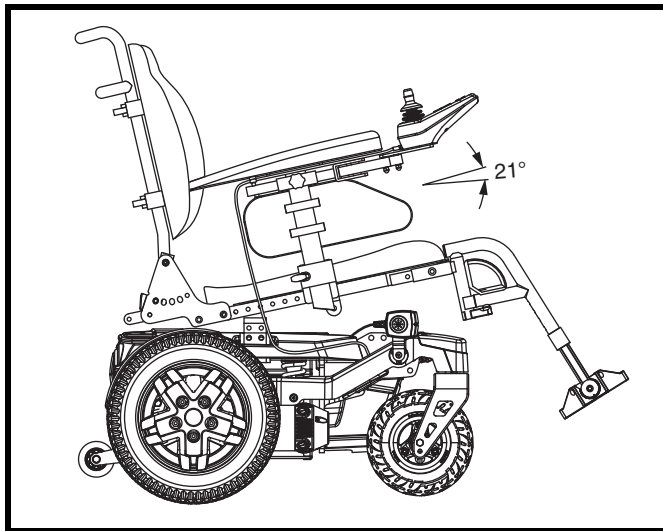

Figura 14. Regolazione angolazione del sedile (basculamento)
2. Estrarre il bullone di regolazione dell'angolazione del sedile. **Vedere figura 14.**